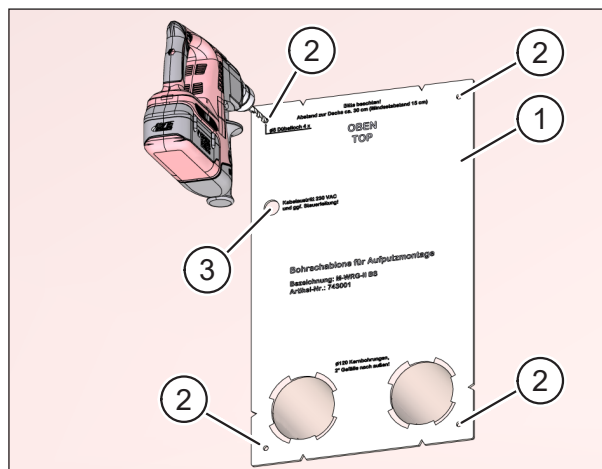

Fig. 17: Găuri pentru dibluri și marcaje pentru cablurile de conectare
- ▶ Amplasați șablonul de găurire (elementul 1 în Fig. 17) cu precizie deasupra celor două găuri de carotare.
- ▶ Marcați cele patru găuri (elementul 2 în Fig. 17) pentru diblurile de fixare a aparatului de ventilație pe peretele interior.
- ▶ Marcați poziția ieșirii cablurilor de rețea și control (elementul 3 în Fig. 17) pentru aparatul de ventilație. Acest marcaj servește la identificarea capătului canalului prin perete care trebuie executat pentru cablurile de rețea și control.